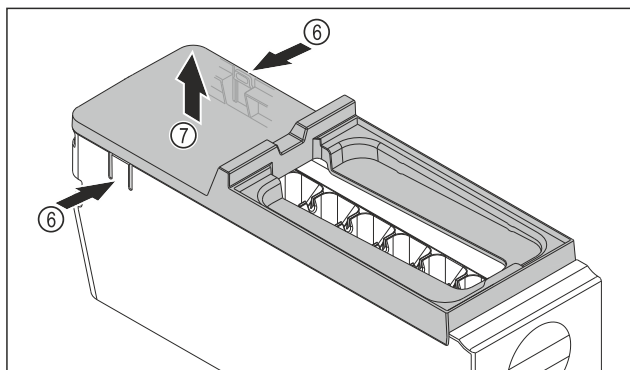

Fig. 132
- Rimuovere la copertura del corpo dell'EasyTwist-Ice: Con una mano, premere le linguette Fig. 132 (6) su entrambi i lati del corpo dell'EasyTwist-Ice.
- Con l'altra mano, estrarre verso l'alto la copertura Fig. 132 (7).